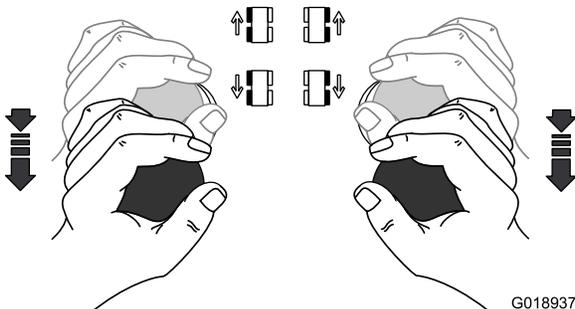

Figura 39
- Para desplazar la máquina **hacia atrás**, sujete las palancas de control de tracción con las manos y tire hacia atrás de ambas palancas. Para detener la máquina, ponga las palancas de control de movimiento en la posición de punto muerto (Figura 39).